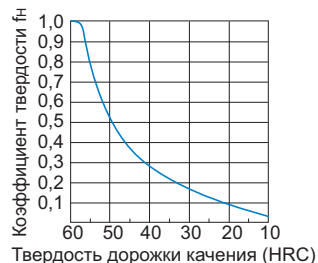

Рис.1 Коэффициент твердости (f_n)
- f_n : коэффициент твердости (см. Рис.1)